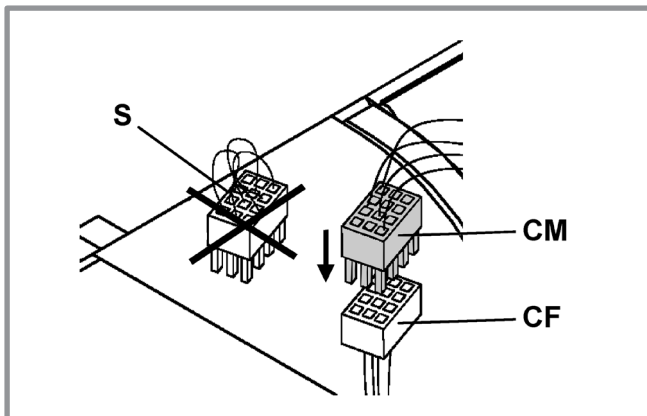

figure 6 - Raccordement du connecteur mâle 12 voies
- Déposer et supprimer le connecteur mâle 12 voies qui se trouve à l'intérieur du tableau de contrôle (rep. **S**, *figure 6*).